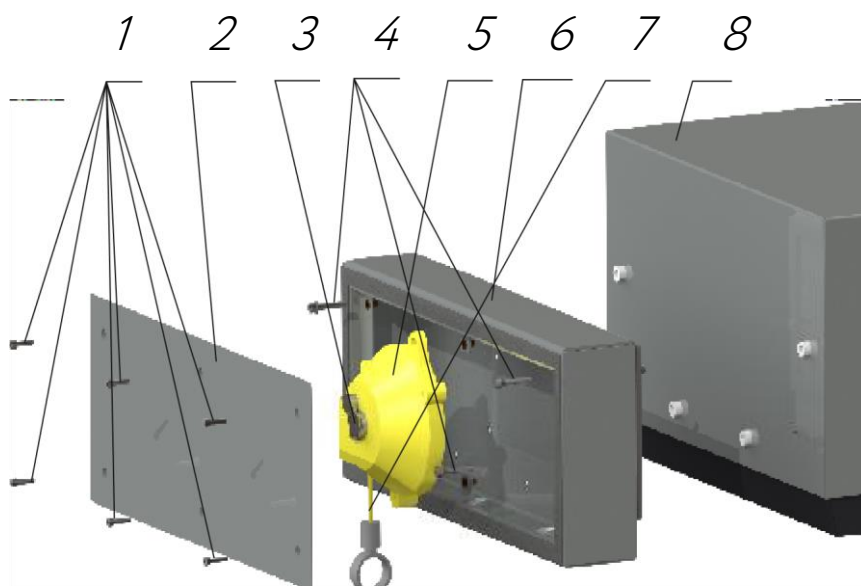

Рисунок 7.6 Кріплення натягувачів кабелю
- Відкрутити 6 шурупів 1 (Рисунок 7.6).
2. Зняти кришку 2. (Рисунок 7.6).
3. Відкрутити болти натягувача 5 (Рисунок 7.6).
4. Відкрутити гвинти на натягувачах 5 (Рисунок 7.6) і зняти задню кришку.
7. Для складання. Перед цим розібрати натягувач 5 (Рисунок 7.6) і вийняти кабель з натягувача.
8. Протягнути кабель через вхідний отвір в корпусі 6 (Рисунок 7.6) і в корпус тримача.
11. Прикріпити натягувач до корпусу 6 (Рисунок 7.6).
12. Встановити необхідне зусилля натягу, повертаючи гвинт 3 (Рисунок 7.6) у міру необхідності (кріплення троса).
13. Прикріпити кришку 2 (Рисунок 7.6).
14. Закрутити шурупи 1 (Рисунок 7.6).